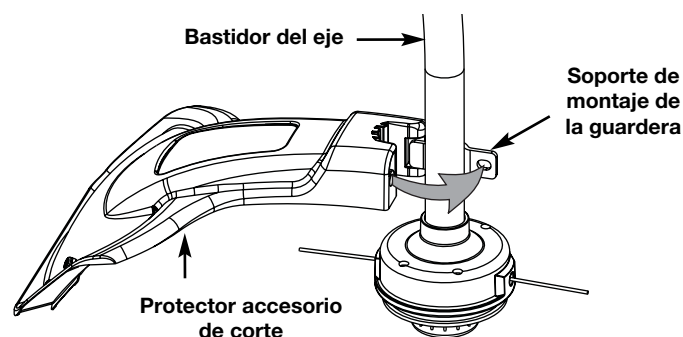

Fig. 17
1. Coloque el protector del accesorio de corte en el bastidor del eje. Cerciñese de que el soporte de montaje de la guardera se deslice en la ranura situada en el borde del protector de corte. Gire el protector en sentido antihorario hasta que quede en su lugar (Fig. 17). Los orificios en el soporte de montaje de la guardera y el protector del accesorio de corte se alinearán.